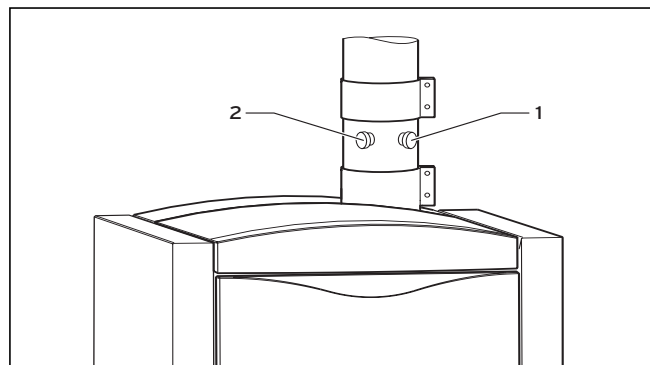

Fig. 7.3 Orifices de contrôle
- Pour activer le mode ramonage, appuyez simultanément sur les touches "-" (3) et "+" (4) du système DIA.
- Dévissez les capuchons obturateurs des orifices de contrôle (1) et (2) (voir Fig. 7.3).
- Effectuez les mesures au niveau de l'orifice de contrôle (1) de la conduite d'évacuation des produits de combustion (profondeur d'insertion : 110 mm). Réalisez les mesures au niveau de l'orifice de contrôle (2) de la conduite d'air (voir Fig. 7.3) (Profondeur d'insertion : 65 mm).